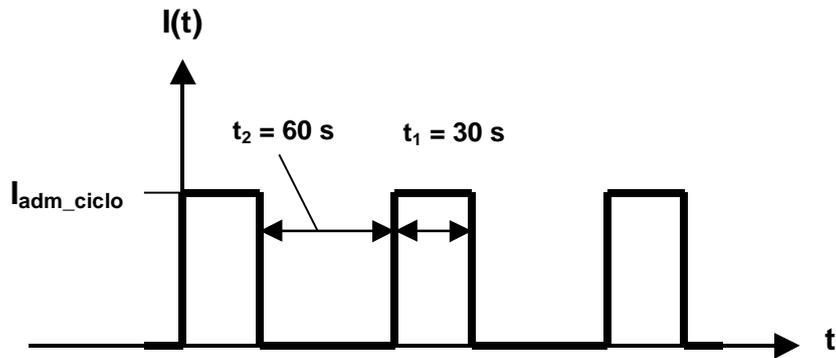

Figura 3 – Ciclo de carga
3.1. Considere o regime cíclico de carga representado na figura 3.
3.2. Calcule o valor da corrente admissível no regime da Figura 3 (I_{adm_ciclo}), utilizando os parâmetros obtidos experimentalmente (A_{exp} e B_{exp}).